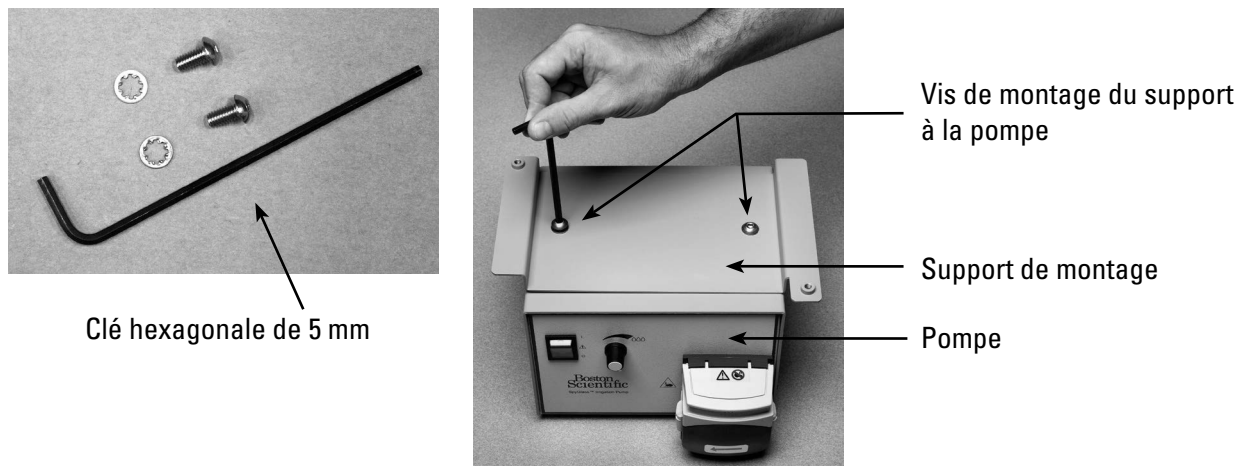

Figure 9. Fixation du support de pompe à la pompe
4. À l'aide de la clé hexagonale de 5 mm, visser les deux vis M8 x 12 mm et les rondelles en étoile fournies avec le chariot pour fixer le support à la pompe. Consulter la figure 9 - Fixation du support de pompe à la pompe.